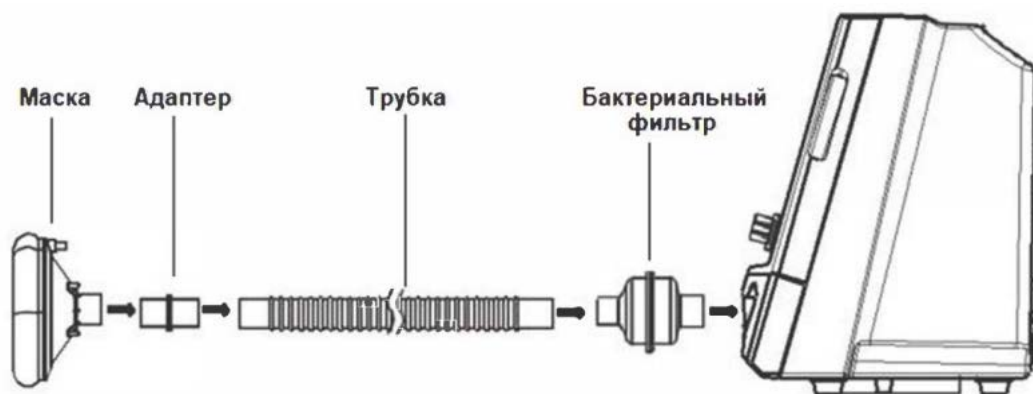

Рисунок 47. Сборка комплекта с маской
3. Подсоедините прямой соединитель клапана для выдоха к дыхательному шлангу, а затем - к трахеостомической* трубке, как показано на Рис. 47